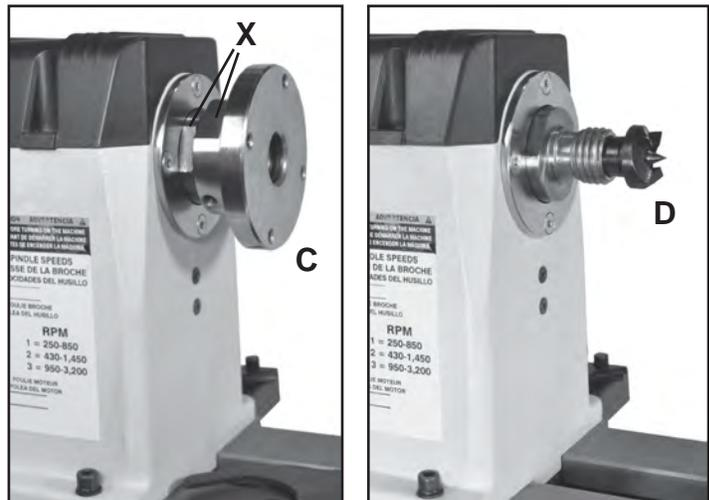

FIG. 2
3. PLATO DEL CABEZAL FIJO: Se utilizan platos (#22B, Fig. 2, C) para torneado de tazones y discos. Los orificios de tornillo en el plato para montar la pieza de trabajo para el torneado.
- Para quitar el plato, afloje los tornillos de fijación. Utilice la Llave de 38mm incluida en la porción plana del husillo (FIG. 2, X) y la Llave de 46mm en las partes planas del cubo trasero del plato. Luego, afloje el plato del husillo. Vire el plato hacia la izquierda para quitarlo completamente del husillo.
4. LA PUNTA DE ESPUELA DEL CABEZAL FIJO: La Punta de espuela (#23B, FIG. 2, D) se utiliza para torneado entre puntas. Se encaja en el husillo. Tanto el husillo como la punta de espuela tienen los mismos conos MT-2. Se puede quitar la punta de espuela del husillo con el Expulsador largo (K) introducido por el extremo izquierdo exterior del husillo.